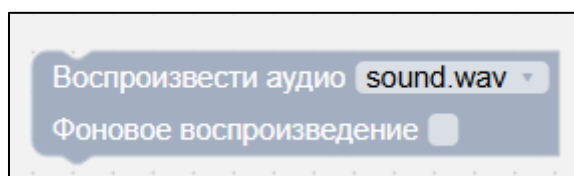

Рисунок 61 – Блок «Звуки»
10. «Звуки» – воспроизведение аудио с возможностью фонового режима (см. Рисунок 61). Предусмотрено 4 звуковых файла. Дополнительно можно загрузить файл в формате .wav - нажмите кнопку «Загрузить аудиофайл» и он появится для выбора в блоке.